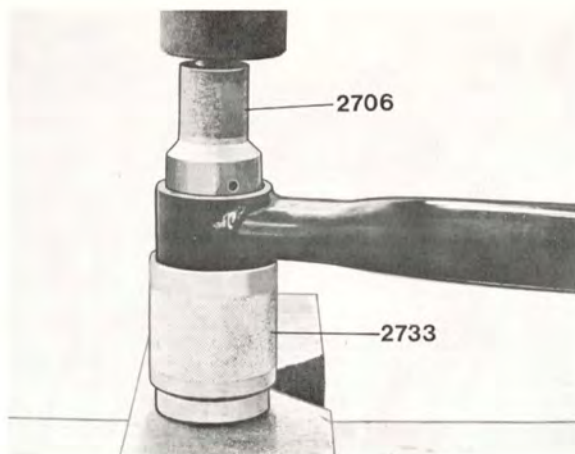

Bild 7-23.
5. Pressa ur karossidans bussning med dorn 999 2706 och mothållet 999 2733 vänt med den smala änden neråt (bild 7-23).